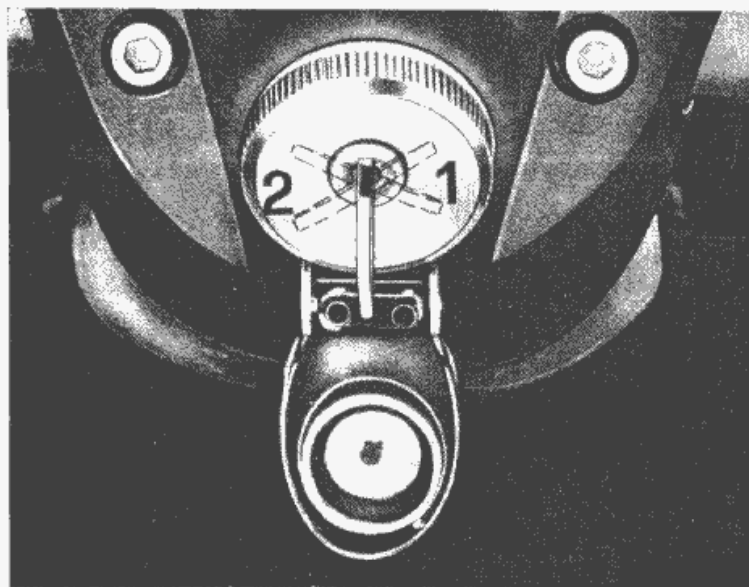

Fig. 8
- 2) **Commutatore per l'inserimento degli utilizzatori con chiusura a chiave posta sulla testa della forcella** (ved. fig. 8).
- la chiave sul commutatore generale sia in posizione « 2 » (vedere fig. 8);